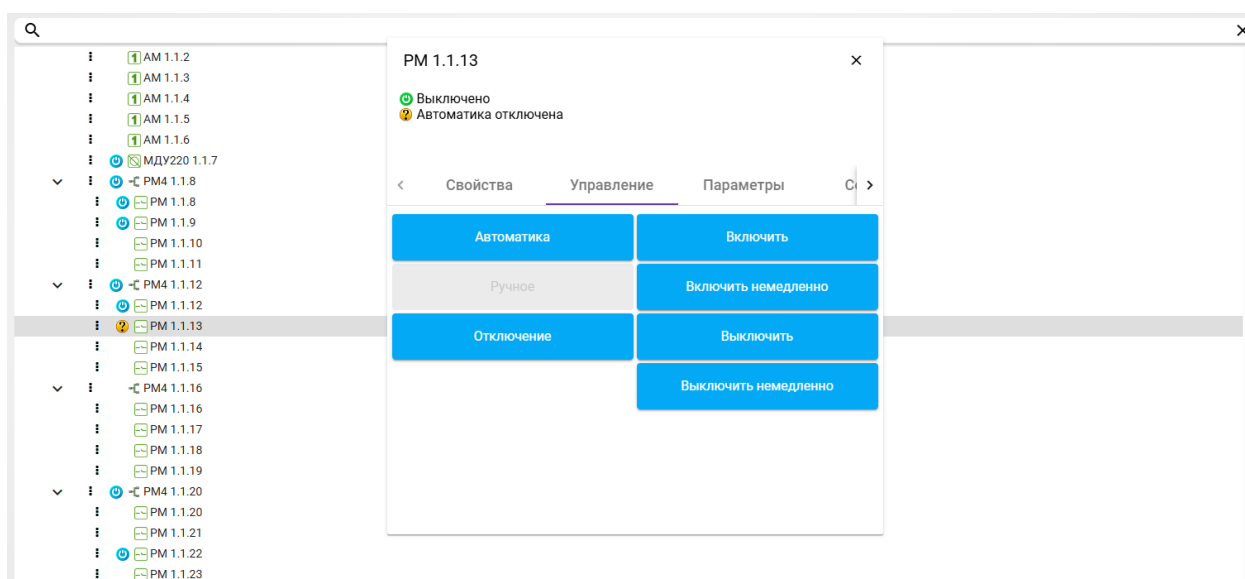

Рисунок 11.6 – Вкладка **Управление** в окне свойств устройства
6. **Свойства** – вызывает окно свойств устройства (рисунок 11.6).